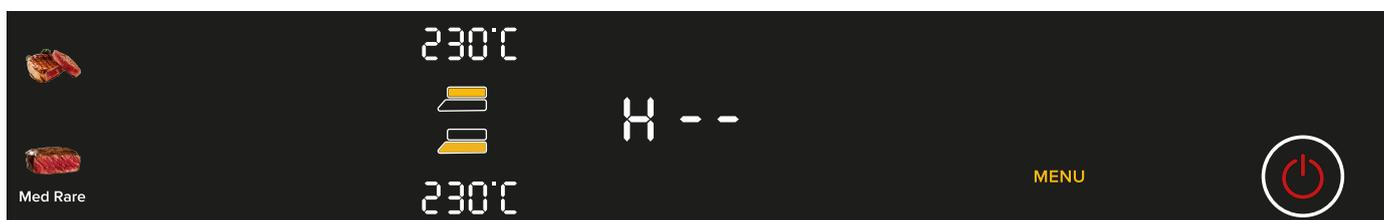

Рис. 11
5. Нажмите кнопку ОК после выбора режима и установки остальных параметров, гриль перейдет в состояние предварительного нагрева. Кнопки меню, режима приготовления, вкл/выкл будут гореть, на дисплее отобразится температура нагрева пластин, а цифровом индикаторе времени покажет «H--», другие индикаторы будут выключены, как показано на рис. 11.